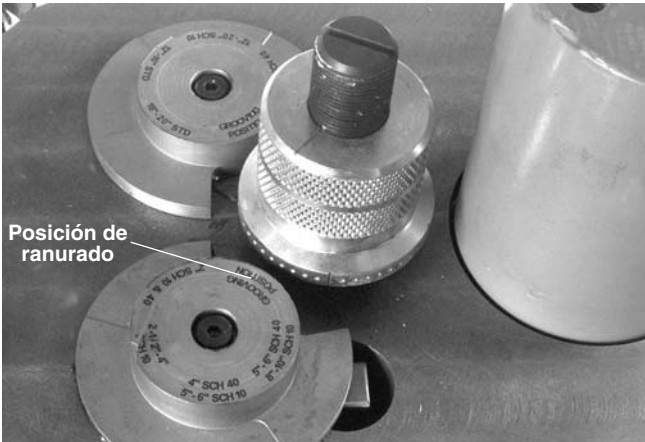

Figura 16
4. Afloje la tuerca levemente y gire el indicador a la posición de ranurado. (Figura 16)